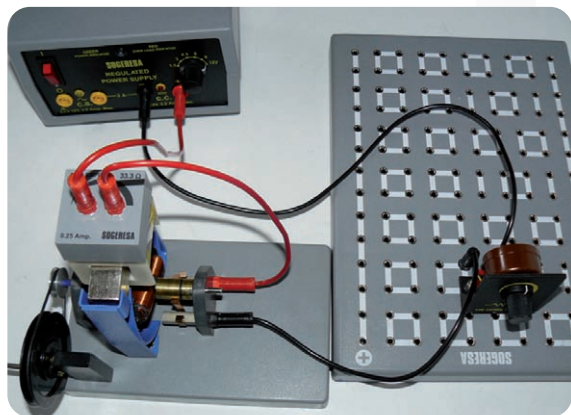

Figura.1 (serie)
1. Realizar el montaje de la figura 1. Montaje en serie.